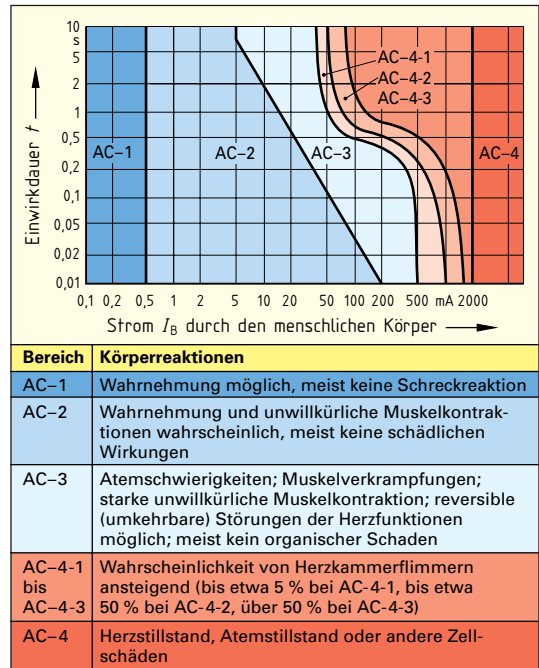

Bild 1: Wirkungsbereiche bei Wechselstrom 50 Hz auf erwachsene Personen nach DIN VDE V 0140
7. Untersuchungen für 50-Hz-Wechselstrom haben nach der Norm DIN VDE V 0140 vier Wirkungsbereiche AC1 bis AC4 (**Bild 1**) ergeben. Ergänzen Sie mithilfe der Angaben in **Bild 1** die **Tabelle**.